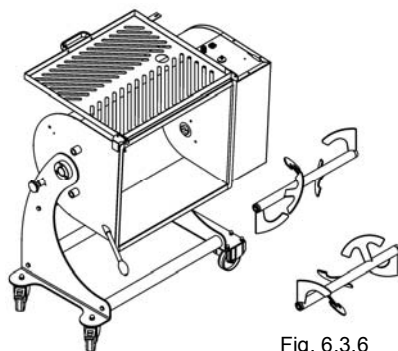

Fig. 6.3.6
- Ahora se presenta una superficie lisa y fácil de limpiar. Fig. 6.3.6 limpiar con mucho cuidado la máquina y si es necesario desinfectarla.